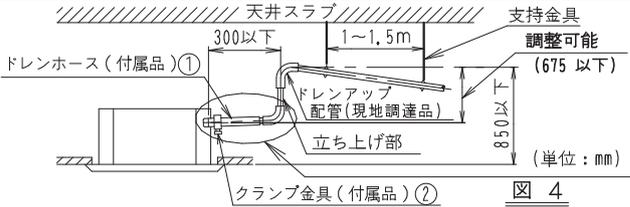

図 4
- ガス管側のみ、継手用断熱材⑧(フレアナット部)の上からシール材中⑪を巻き付けてください。
- 継手用断熱材⑧⑨の合わせ目は、必ず上に向けてください。
- 冷媒配管ろう付けの際は、窒素置換(注1)を行ってから、または冷媒配管内部に窒素を流しながら(注2)(図4参照)ろう付け作業を行い(注3)、最後に室内ユニットをフレア接続してください。(図3)
<ドレンアップ配管施工時の注意（図4参照）>